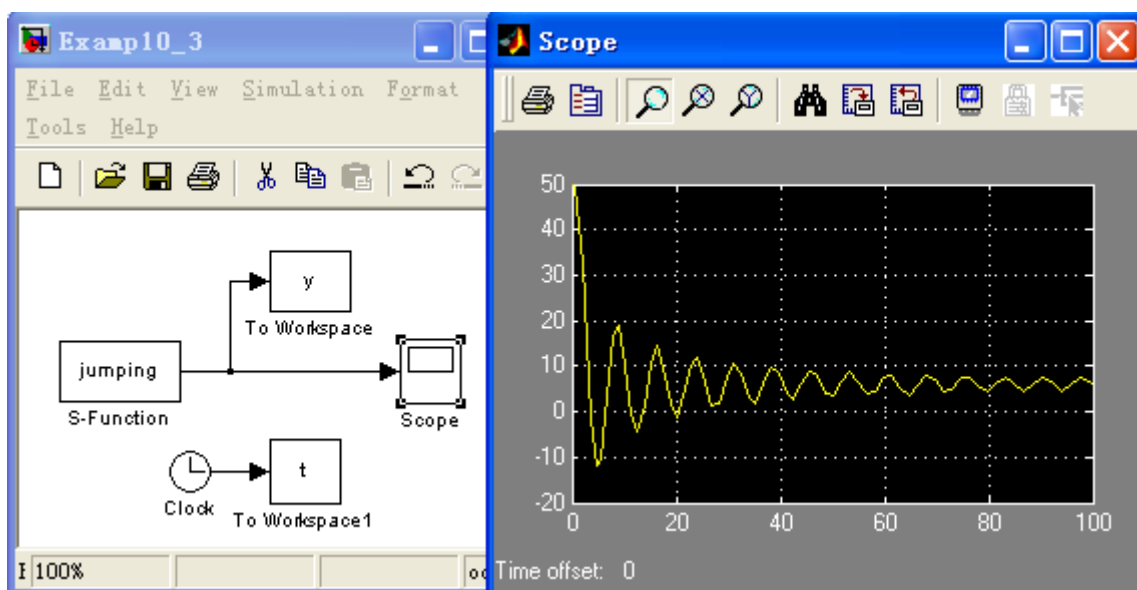

图 10.8 蹦极跳系统的仿真模型及仿真结果
(2) 建立如图 10.8 所示的系统仿真模型，并按正确的顺序输入自定义参数  $l, m, d, k$  的值，运行仿真，仿真结果也如图 10.8 所示。由仿真曲线可知，本蹦极跳系统对于 70kg 重的蹦极者来说是非常危险的，因为仿真结果显示蹦极者有触地的危险，为了满足大体重的蹦极爱好者的要求，必须对系统参数做适当的调整。具体如何调整，我们下章再做介绍。